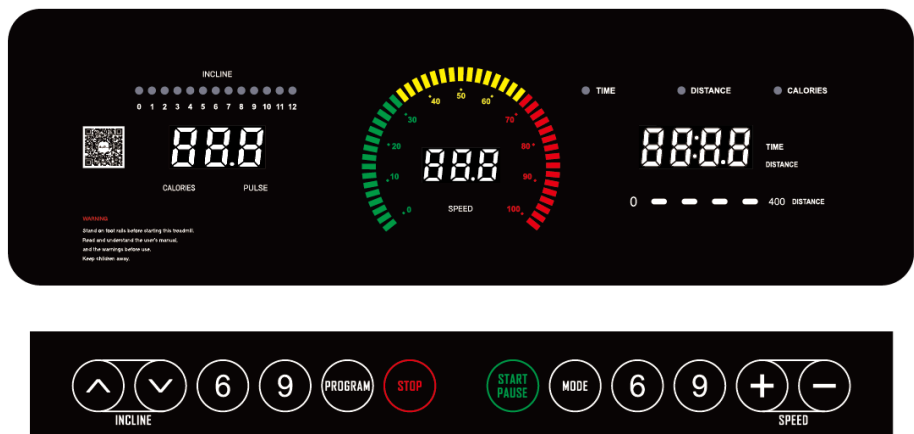

Рис. 1
Подключите устройство к розетке с клеммой EARTH (ЗАЕМЛЕНИЕ) и установите переключатель (L) в положение (1), рис.1.